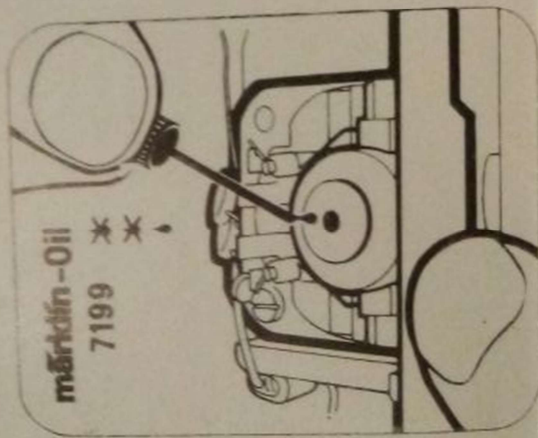
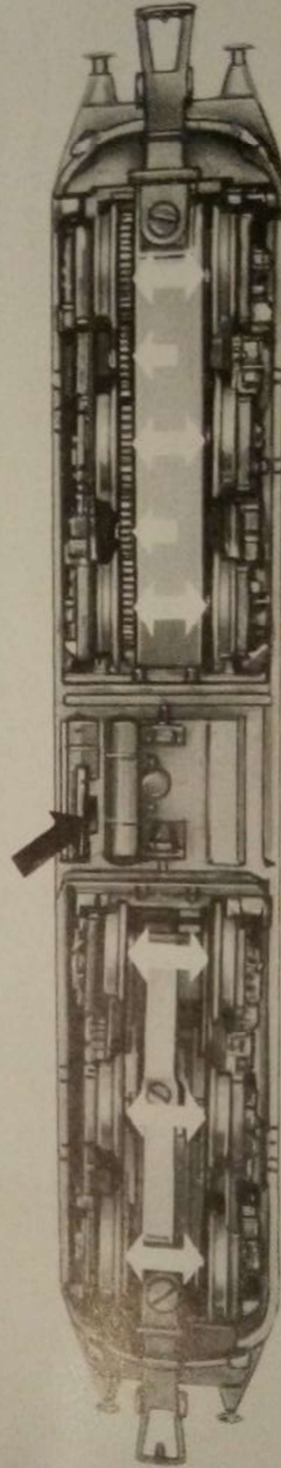

Fig. 4
Fig. 6
3. **Schmierung.** Nach etwa 40 Stunden Betriebszeit oder längerem Lagern empfehlen wir die Schmierung der Ankerlager (siehe Fig. 4 und 5) und der Lager der Getrieberäder. Hierzu ist das Lokomotivgehäuse abzunehmen (siehe Punkt 5). Außerdem sind die in Fig. 6 mit Pfeilen gekennzeichneten Achslager zu ölen. Auf eine Lagerstelle darf nicht mehr als 1 Tropfen Öl gegeben werden.
4. **Wahlweiser Betrieb durch Ober- oder Unterleitung.** Für die Umschaltung von Unterleitungs- auf Oberleitungsbetrieb besitzt die Lokomotive einen besonderen Umschalthebel. Siehe Fig. 6.
Ein abgenutzter Schleifer kann nach Entfernen der in Fig. 6 sichtbaren Schraube abgenommen und durch einen neuen Märklin-Schleifer 7164 (in Ihrem Spielwarengeschäft erhältlich) in entsprechender Weise ersetzt werden. Beim Einsetzen des neuen Schleifers ist auf die richtige Lage der Kontaktplatte zu achten.